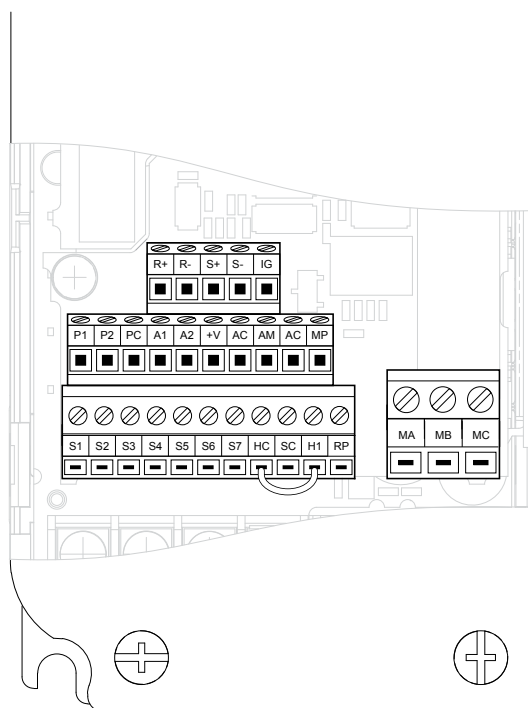

Figura C.4 Configuración del Bloque de Terminales del Circuito de Control (CIMR-VA□□□□□□□□; CIMR-VU□□□□□□□□)
3. Al utilizar comunicación RS-485, conecte S+ a R+, y S- a R- en el tablero de terminales del circuito de control. Refiérase a Figura C.4.